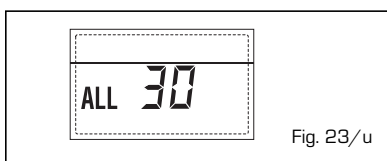

Fig. 23/u
- ANOMALIA Sonda MANDATA CASCATA "ALL 31" (fig. 23/v)